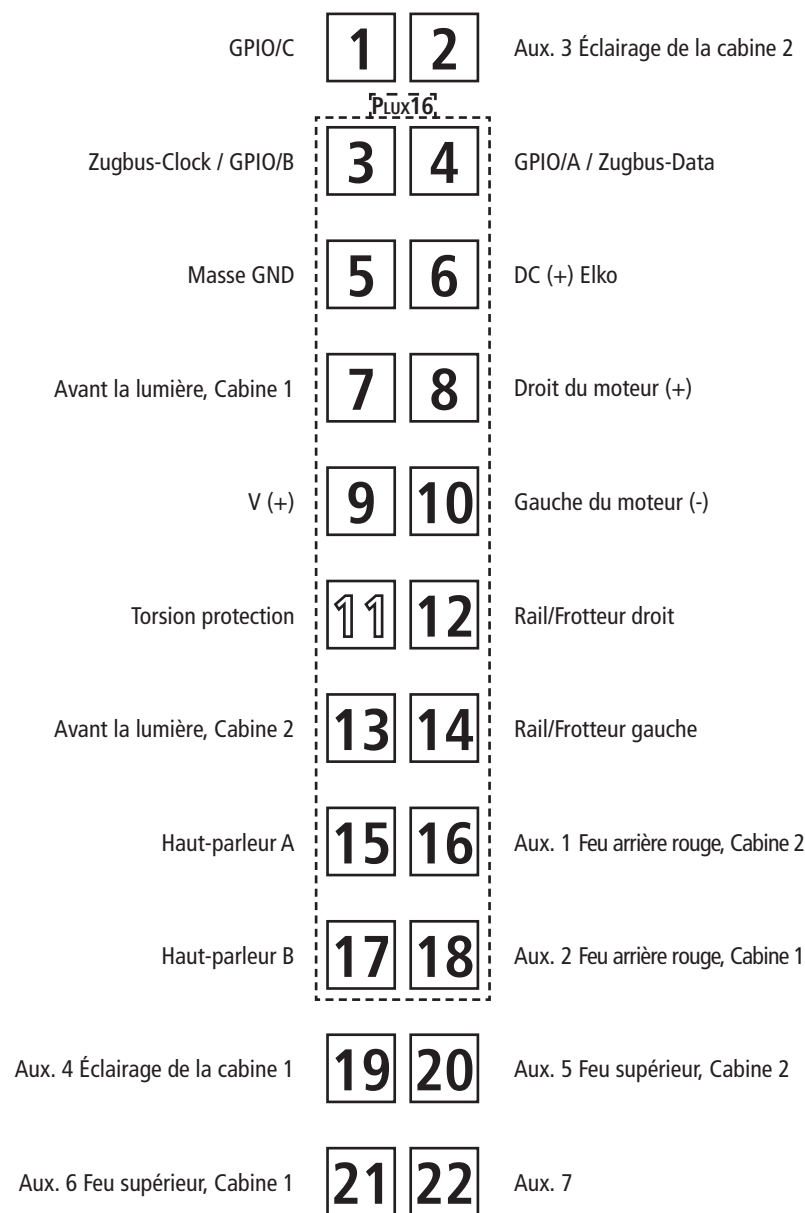

Fig. 10
**2. Schmierung:** Versehen Sie die im Schmierplan in Fig. 10 gekennzeichneten Stellen mit nur **kleinen Öltropfen**. Dazu zuerst das Lokgehäuse abnehmen (Fig. 3). Wir empfehlen den **ROCO Öler Art.-Nr. 10906**. Fürs Schmieren der Getriebeteile (Zahnräder, Schnecke) empfehlen wir das **ROCO-Spezialfett Art.-Nr. 10905**. Im Falle der Schmierung diese Teile **nicht ölen**.
**2. Lubrication:** Apply **tiny oil drops** to spots marked in fig. 10. Prior to lubrication dismantle locomotive (fig. 3). We recommend using item no. **10906, Roco oiler**. For lubrication the gearparts (e.g. cogwheels, worm) we would recommended our Roco **special grease** (item no. **10905**).
**2. Graissage:** N'appliquez **qu'une tout petite goutte** aux endroits indiqués par le plan de graissage (fig. 10) après avoir démonté la caisse de la locomotive (fig. 3). Nous vous recommandons **le graisseur à huile Roco réf. 10906**. Pour graisser les engrenages (roues dentées, vis sans fin) nous vous conseillons la **graisse spéciale Roco réf. 10905** pour engrenages en matières synthétiques. Lorsque vous utilisez cette graisse il faut éviter d'huiler ces composants.